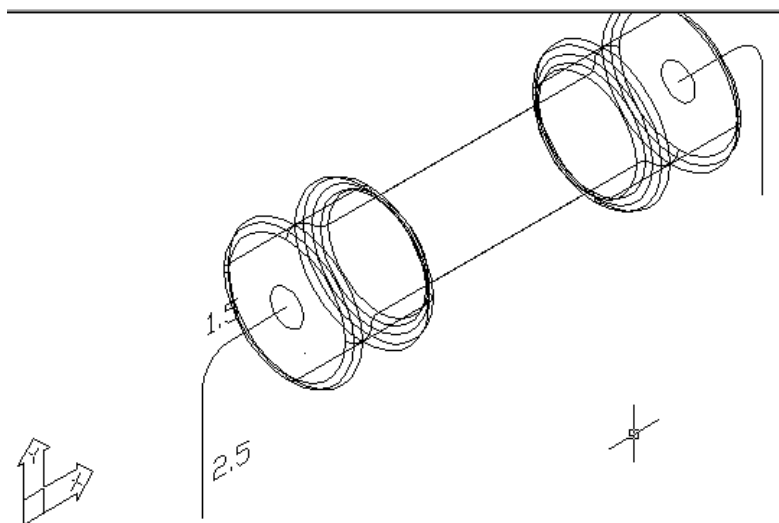

Рис.27
8. Повернуть оси системы координат, как показано на рис. 27 и нарисовать путь, по которому должен проходить вывод резистора, полилинией, сначала баз закругления, а затем скруглить командой **Filett**. Радиус скругления 0.5 мм.